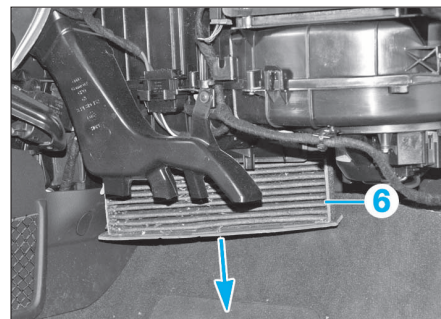

FIG. 5
- Extraire le filtre d'habitacle (6) (Fig.5).